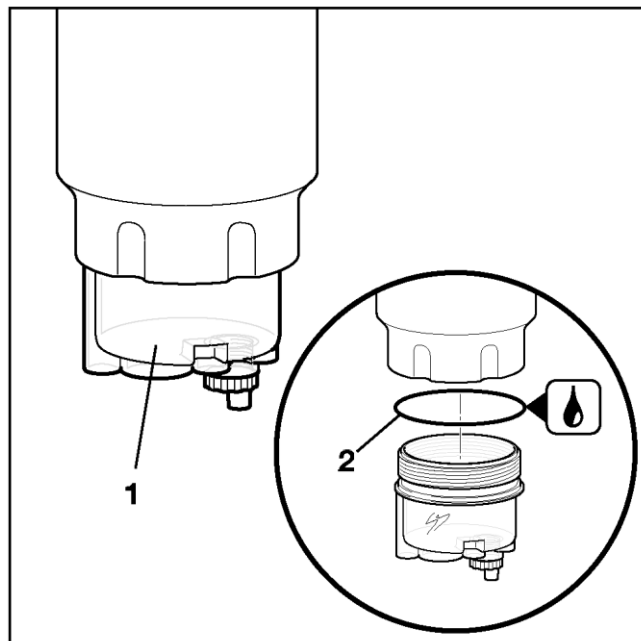

Рис. 5. Замена водосборного бачка
- Выкрутить бачок (поз. 1, Рис. 5) с помощью монтажного инструмента из упаковки нового бачка.
- Смазать прокладку (поз.2, Рис. 5) нового водосборного бачка несколькими каплями масла.
- Если водосборный бачок будет использован снова, выкрутить его (смотри также главу 5.3) и проверить на повреждения. Смазать слегка маслом новое уплотнительное кольцо (поставляется вместе с новым фильтром) (поз.2, Рис. 5).